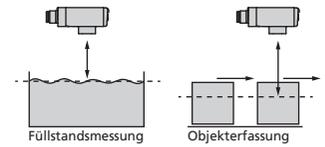

Bild 2: Teach-in bei unterschiedlicher Bewegungsrichtung des Objekts
■ Im Teach-in lernt der Sensor die Entfernung zum Objekt. Bei einer Bewegung des Objekts auf den Sensor zu, z.B. bei einer Füllstandsmessung, ist so die eingelernte Entfernung, die seitlich ins Schallfeld eintreten, sollte eine 8-10 % größere Entfernung eingelernt werden, damit der Sensor die Objekte sicher erkennt (vgl. Bild 2).